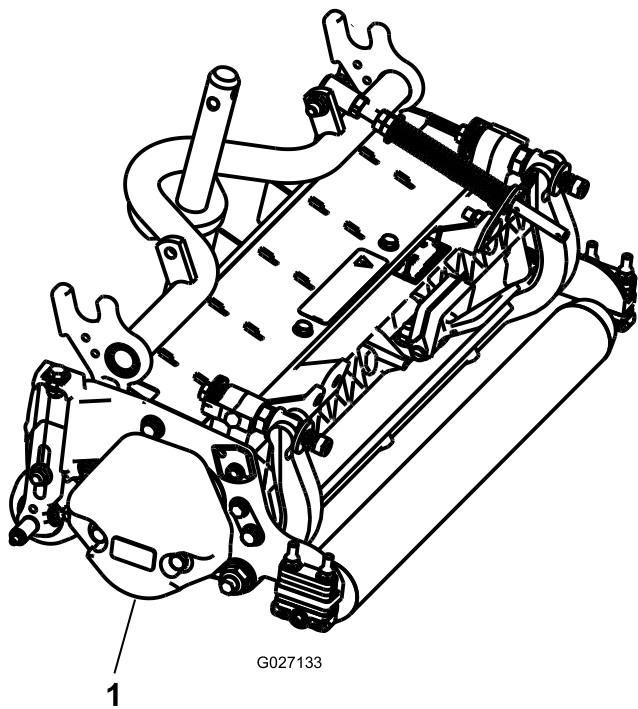

Рисунок 7
3. Убедитесь, что противовес (**Рисунок 7**) установлен на соответствующем конце режущего блока, как описано в *Руководстве по эксплуатации* режущего блока.